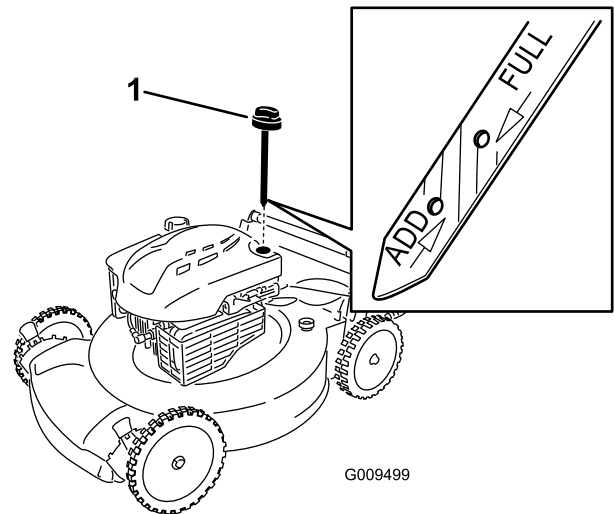

Figura 25
- Retire la varilla (Figura 25).
10. Observe el nivel de aceite en la varilla (Figura 25).